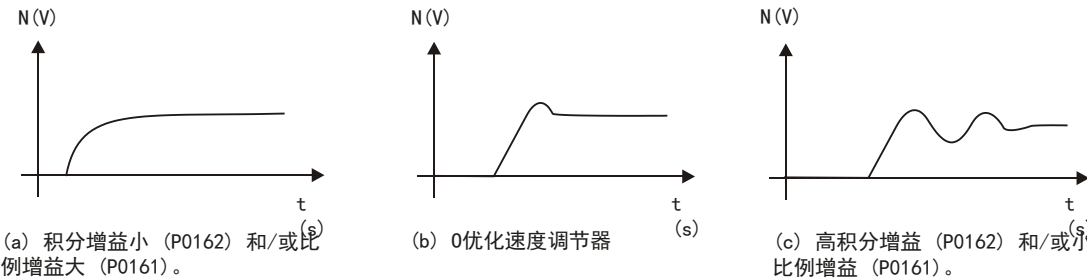

图11.4：速度调节器响应类型
6. 验证以下选项 图11.4，哪种波形最能代表观察到的信号。
7. 根据 图11.4页）所示的响应类型调整 P0161 和 P0162。